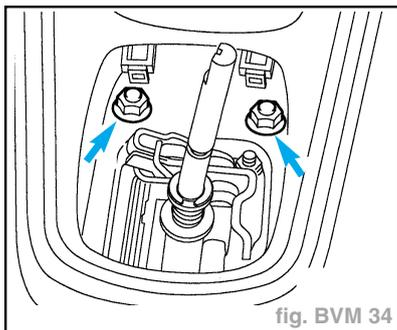

fig. BVM 34
- Desserrer les écrous de fixation (flèches) (fig. BVM 34).